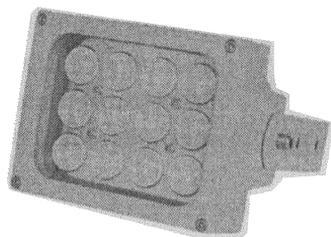

Рис. 1.27.
- ♦ специального прожектора. Например, Viates S12D-IR (рис. 1.27). Цвет корпуса: серый. Установка: наружная. Дальность подсветки до: 210. Угол подсветки: 30 градусов. Количество ИК-диодов: 12. Напряжение питания: 110—220 В.